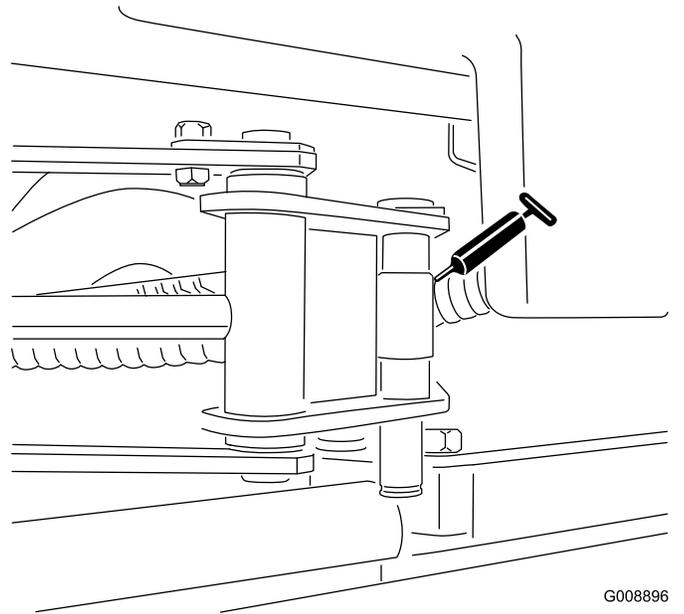

Figura 33
- 2 extremos de cilindro de sidewinder (Figura 33)